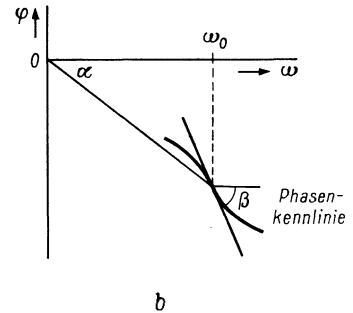

Bild 8b. Die Steigung $-\tan \alpha$ ist die Phasenlaufzeit für ω_0 , die Steigung $-\tan \beta$ ist die Gruppenlaufzeit bei ω_0
Die Gruppenlaufzeit ist die Zeit, die eine sinusförmige Hüllkurve zum Durchlaufen eines Vierpols bei genügend niedriger Modulationsfrequenz braucht. Sie ist nach Gleichung (4) als die Steilheit der Phasenkennlinie bei ω_0 definiert. Die Gruppenlaufzeit ist nicht gleich der Phasenlaufzeit der einzelnen Komponenten, die zusammen das modulierte Signal bilden. Dies geht aus Bild 8b hervor. Die Phasenlaufzeit für ω_0 ist $\tan \alpha$, die Gruppenlaufzeit gleich $-\tan \beta$.